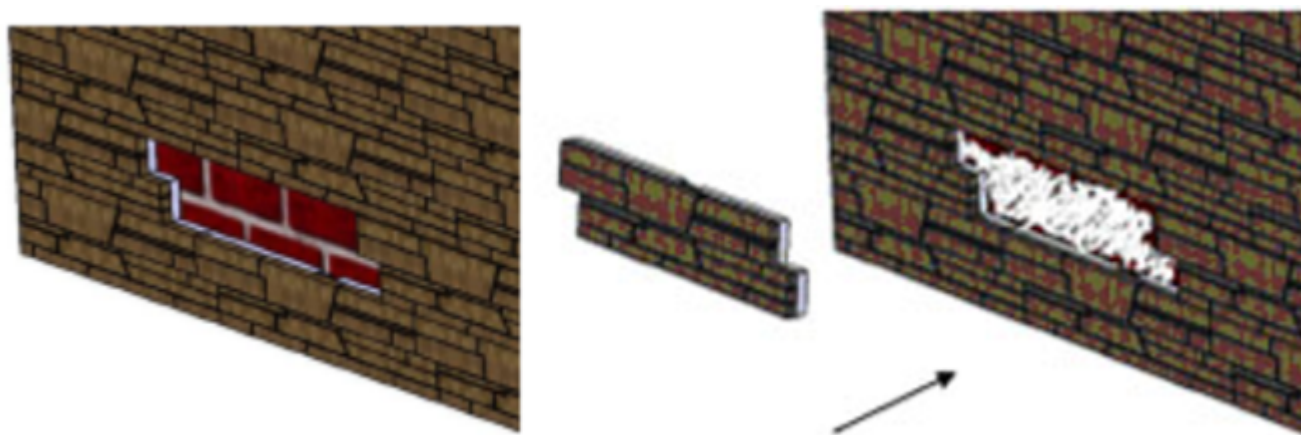

Figure 14a – Réparation
2.8. Réparations (figure 14a et 14b)